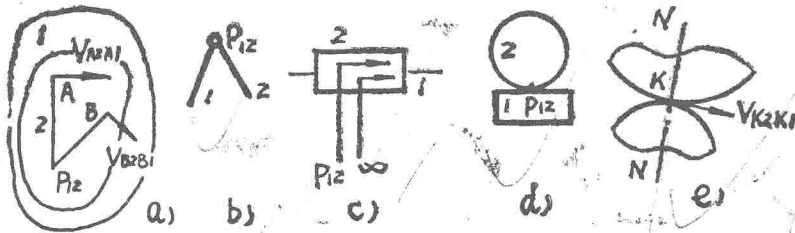

图 2-1
1) 在图 2-1 a 中，假设已知重合点 A_2 和 A_1 及 B_2 和 B_1 的相对速度 $V_{A_2A_1}$ 和 $V_{B_2B_1}$ 的方向时，则该两速度向量的垂线的交点便是构件 1 和构件 2 的瞬心 P_{12} 。
2) 在图 2-1 b 中，当两构件组成转动副时，其一构件对于另一构件是绕转动副的中心转动，所以该转动副的中心便是该两构件的瞬心 P_{12} 。
3) 在图 2-1 c 中，当两构件组成移动副时，由于它们的所有重合点的相对速度方向都平行于移动的方向，所以其瞬心是位于移动的垂直方向的无穷远处。
4) 在图 2-1 d 中，当两构件组成纯滚动的高副时，其接触点的相对速度为零，所以接触点就是其瞬心 P_{12} 。
5) 在图 2-1 e 中，当两构件组成滑动兼滚动的高副时，由于接触点的相对速度不为零而其方向系沿切线方向，因此，其瞬心应位于过接触点的公法线上，不过因为滚动和滑动的数值尚不知，所以还不能确定它是法线上的哪一点。